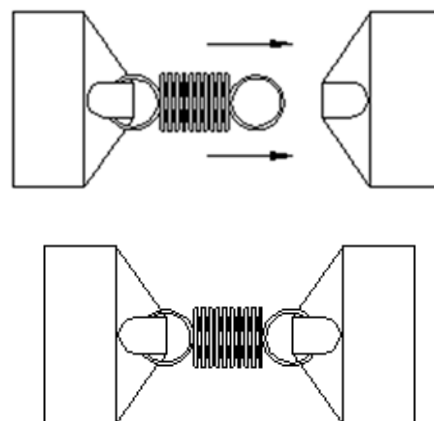

Bild 2: Montage der Feder
15. Ziehen Sie die Zugfeder zum einhaken in den Gegenhalter und formen Sie dabei die Heizung festanliegend an die runde Oberfläche des Fasses. (siehe Bild 2)